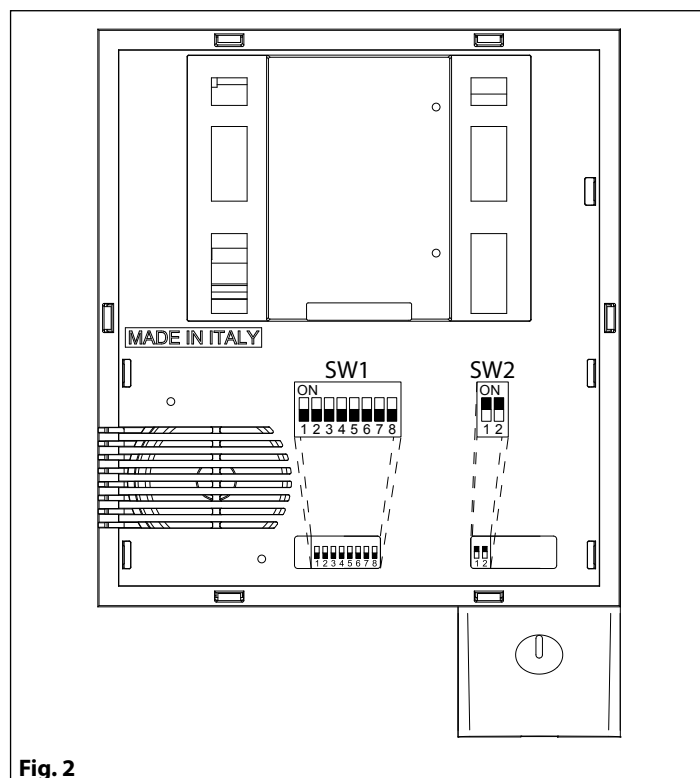

Fig. 2
1. Après avoir bien protégé les trous de fixation du support modules, murer le boîtier encastrable (laisser 165-170 cm entre la partie haute du boîtier et le terrain) en faisant passer le groupe de fils **E (Fig. 2)** à travers l'un des trous (précédemment ouvert) sur le fond du boîtier. Si le sens du boîtier n'est pas indiqué au fond du boîtier, la charnière doit rester à gauche ; Faire attention à ce que le boîtier soit bien muré à fleur du mur fini ;